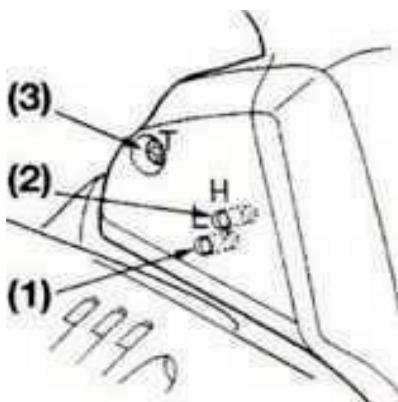

Рис.7
Усі необхідні регулювання бензопили проводяться на заводі. За допомогою основних гвинтів жиклерів L,H (1; 2 - рис.7) карбюратора встановлюється оптимальна потужність, розгинна здатність та стало число холостих оборотів двигуна. Під час реальних умов експлуатації може знадобитися деяке додаткове регулювання.
1. Якщо двигун зупиняється на холостих обертах, то необхідно закручувати гвинт "T" (3 - рис.7) за годинниковою стрілкою, поки ланцюг не почне рухатися.